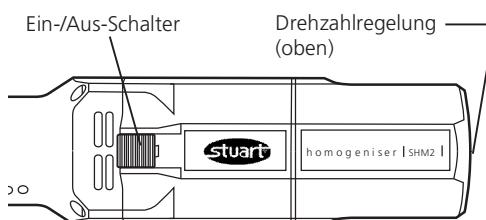

Abb. 2
- Vergewissern Sie sich, dass der Drehzahlwähler auf den niedrigsten Wert eingestellt ist (siehe Abb. 2).